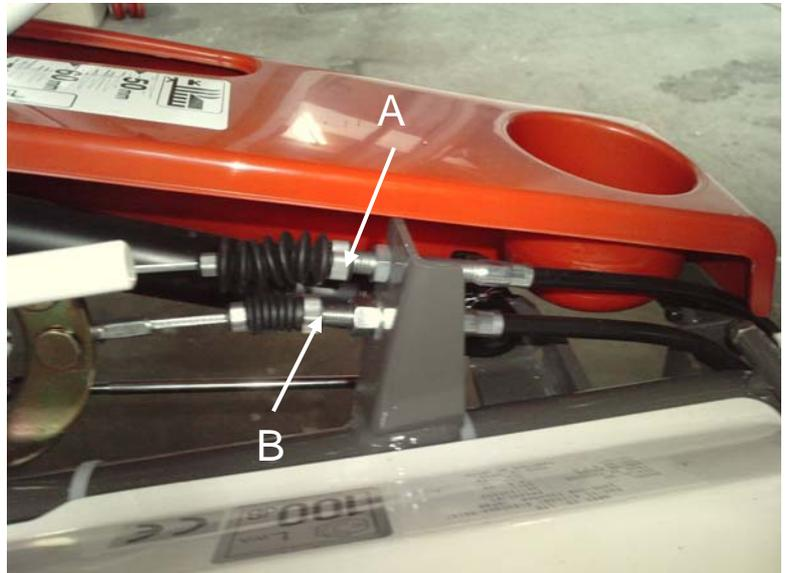

Figure 24
- Si la courroie a tendance à patiner, tendez le câble avec le tendeur (Figure 24, repère B) jusqu'à ce que les spires du ressort soient décollées.